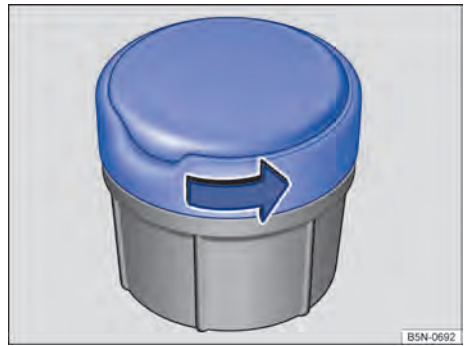

Fig. 213 Cinzeiro móvel: desrosquear a tampa.
- Desrosquear a tampa no sentido da seta ⇒ Fig. 213.
- Colocar a tampa e rosquear até o batente girando no sentido contrário da seta ⇒ Fig. 213.